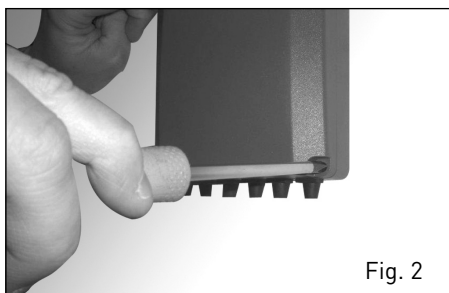

Fig. 2
- togliere il coperchio della centralina svitando le quattro viti frontali (fig. 2).